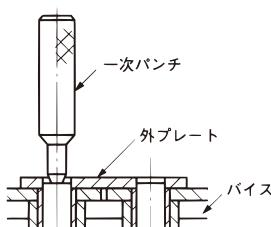

図14.一次パンチでピンをたたく
- ① チェーンのサイズに合った一次パンチ(「ドライブチェーン&スプロケット」カタログアクセサリの項参照)をグラインダで削ったピンの頭に当て、一次パンチの頭をハンマでたたきます。この際、外リンクの一対のピンが平行に抜けるように交互にたたきます。外プレートからピンが抜ける直前までたたきます(図14)。